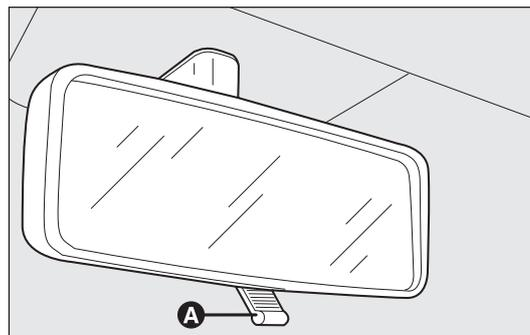

fig. 29
**SPECCHI RETROVISORI****SPECCHIO INTERNO fig. 29**